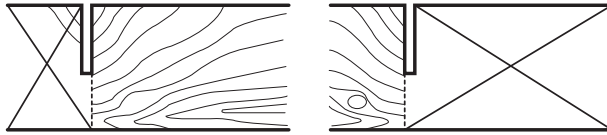

Fig. 6
- > Siempre que sea posible, corte en la dirección de la veta de la madera para evitar el atasco de la hoja de sierra (1) y desgaste de los bordes.
- > Tenga en cuenta el borde de corte cuando corte sobre líneas marcadas. No corte directamente sobre la línea si no próximo a ella (Fig. 6).